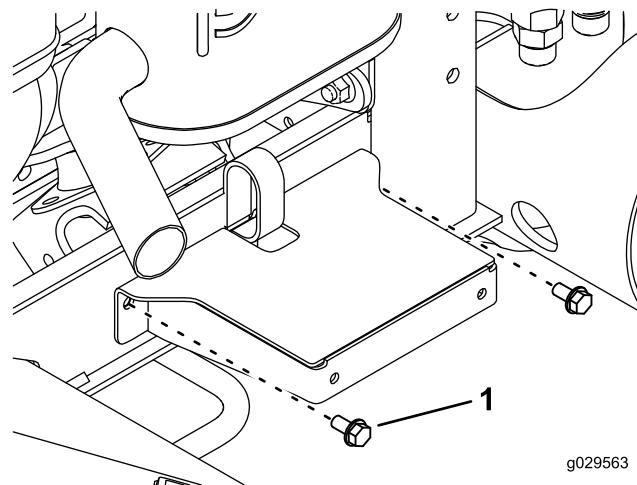

図 36
12. 新しく開けた穴を使って、フェンダのマウントをフレームのチャネル材に固定するタップねじ 5/16 x 5/8" 2本を使用する図 36。